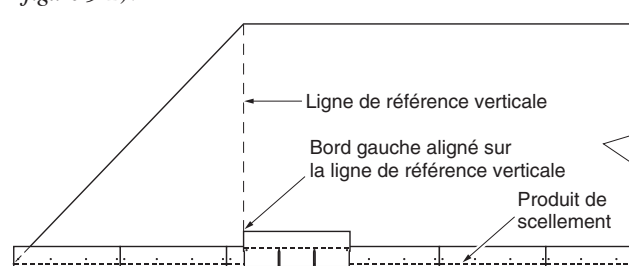

Figure 9-2 : Installation du premier bardeau du premier rang avec le bord gauche aligné sur la ligne de référence verticale
1. Poser le premier bardeau du premier rang en alignant le côté gauche du bardeau avec la ligne de référence verticale (voir la figure 9-2).
3. Poser les bandes de départ de la façon indiquée dans les instructions des bardeaux à installer. Chevaucher la demi-jupe mesurée sur la ligne de référence au lieu de la couper. La bande de départ doit se prolonger sur toute la longueur de l'avant-toit (*voir la figure 9-2*).